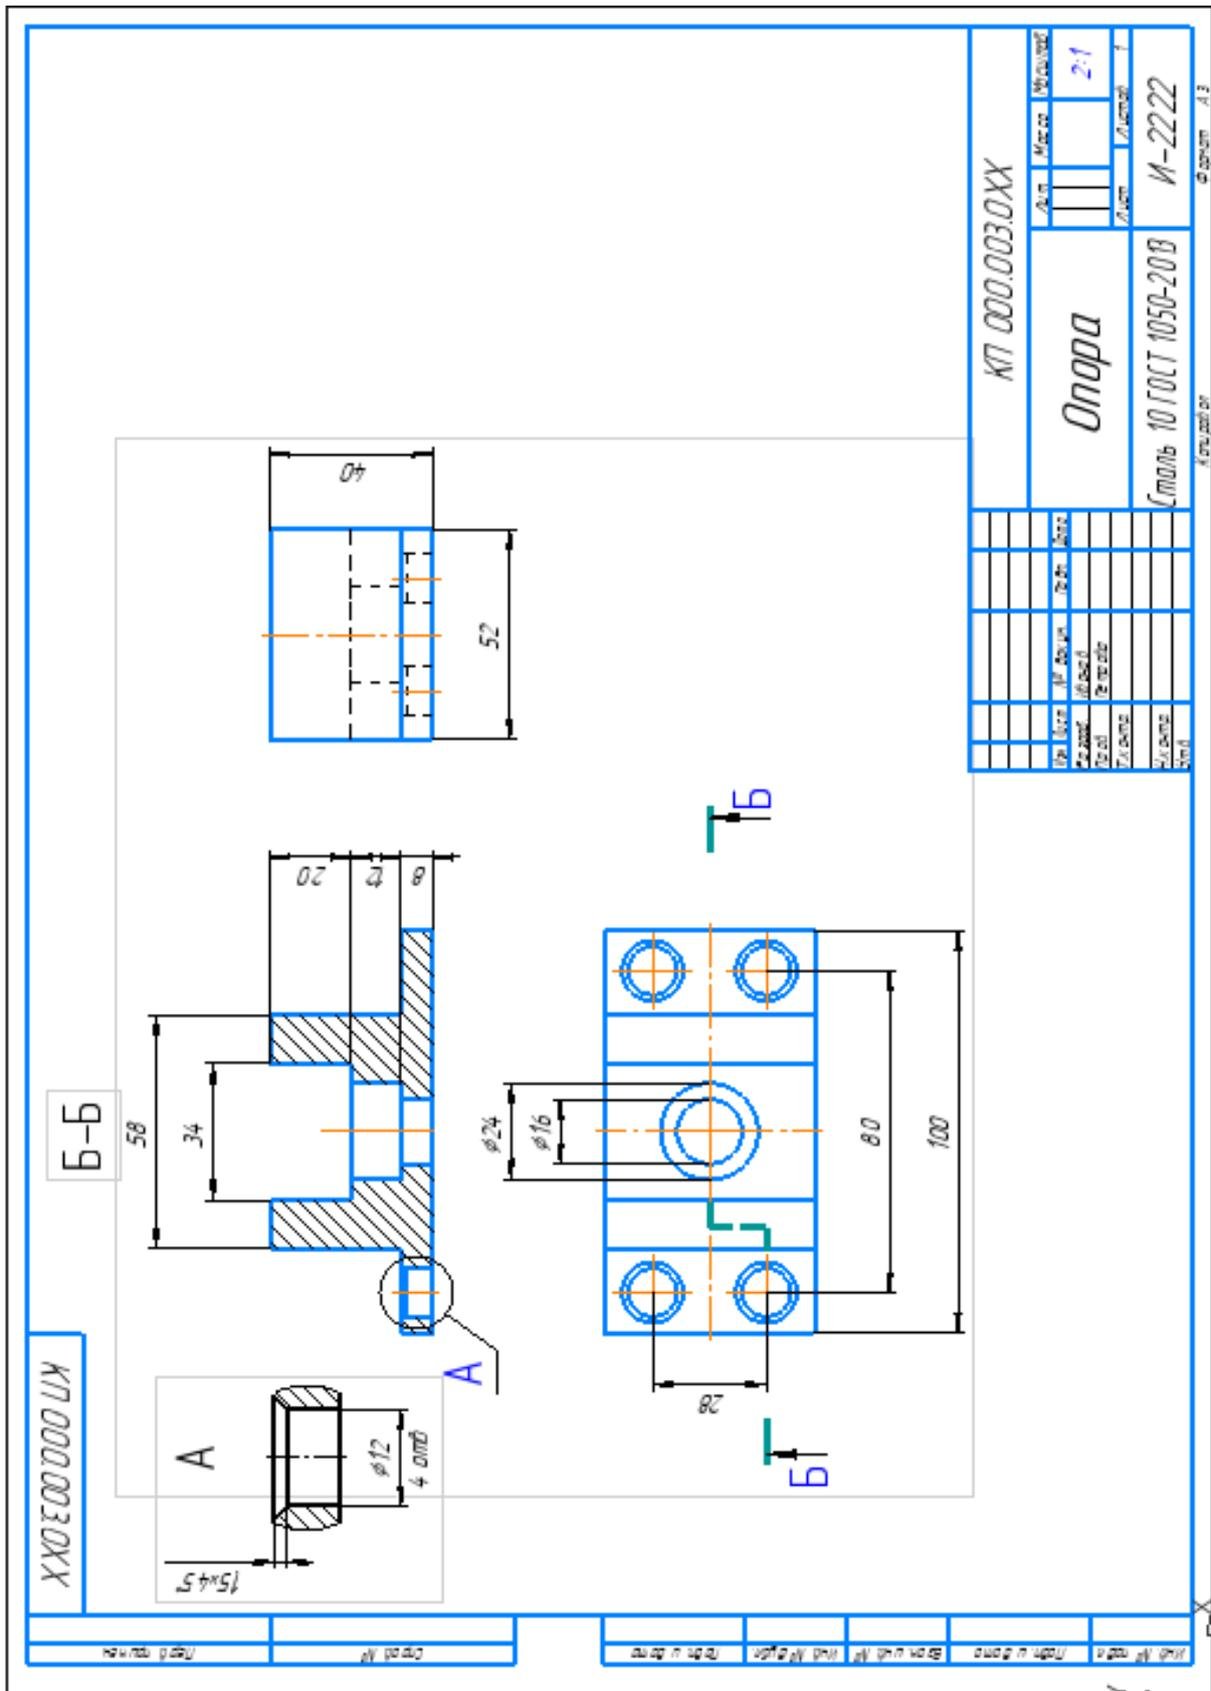

Рисунок 63.
26. Общий вид чертежа (рисунок 63).